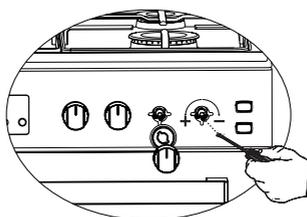

Figure 6
3. À l'aide d'un tournevis de taille appropriée, réglez la vis de réglage du débit (figure 6). Pour le GPL (butane-propane), tournez la vis dans le sens des aiguilles d'une montre. Pour le gaz naturel, vous devez tourner la vis dans le sens contraire des aiguilles d'une montre.